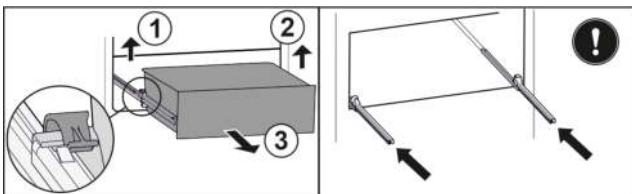

Fig. 120
- ▶ Linke Klemme anheben und gleichzeitig Schubfach links nach vorne ziehen. Fig. 120 (1)
- ▶ Rechte Klemme anheben und gleichzeitig Schubfach rechts nach vorne ziehen. Fig. 120 (2)
- ▶ Schubfach nach vorne entnehmen. Fig. 120 (3)